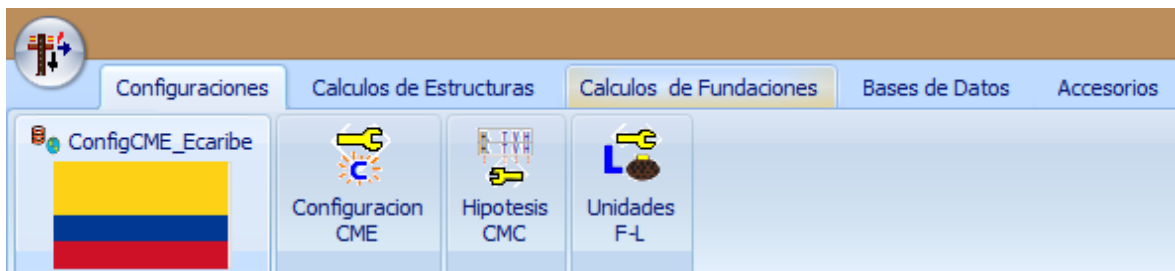
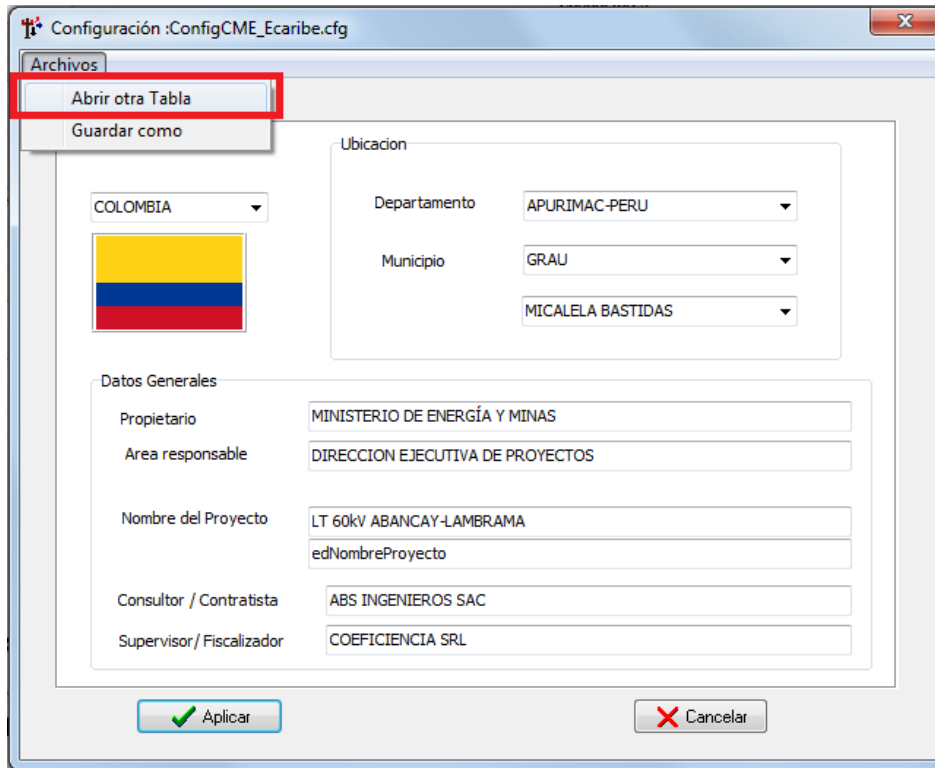

Fig. 2.3
Fig. 2.4
Podrá notar que la Configuración según Norma Electricaribe fue seleccionada y es la que se aplicará a su diseño (ver Fig. 2.3).
- Haga clic en el símbolo de la bandera (ver Fig. 2.3) y a continuación aparecerá la siguiente ventana (ver Fig. 2.4).